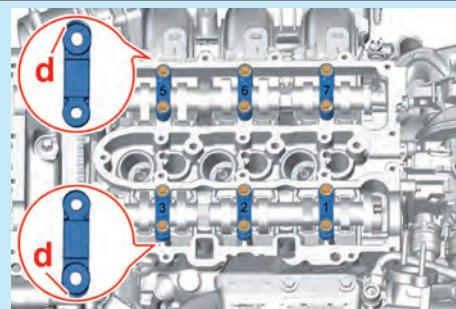

Fig.3
- Reposer les paliers d'arbre à cames en respectant (Fig.3) :